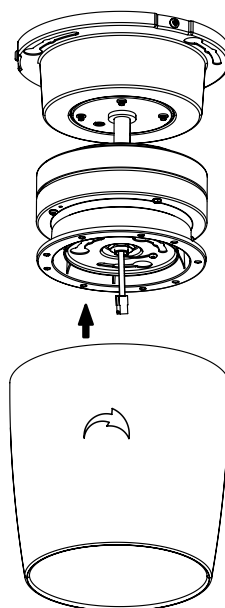

Fig. 12a
Étape 1. Placez le boîtier du moteur jusqu'au couvercle de la plaque de montage, fixez trois étiquettes volantes avec des vis sur le boîtier du moteur aux trous de serrure sur le couvercle de la plaque de montage. (Fig. 12a)